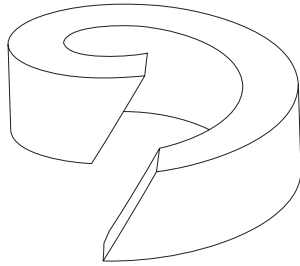

Рис. 9: Сальниковое кольцо
- При резке сальникового уплотнения от шнура проследите за тем, чтобы разрез был косым (см. рис. 9).